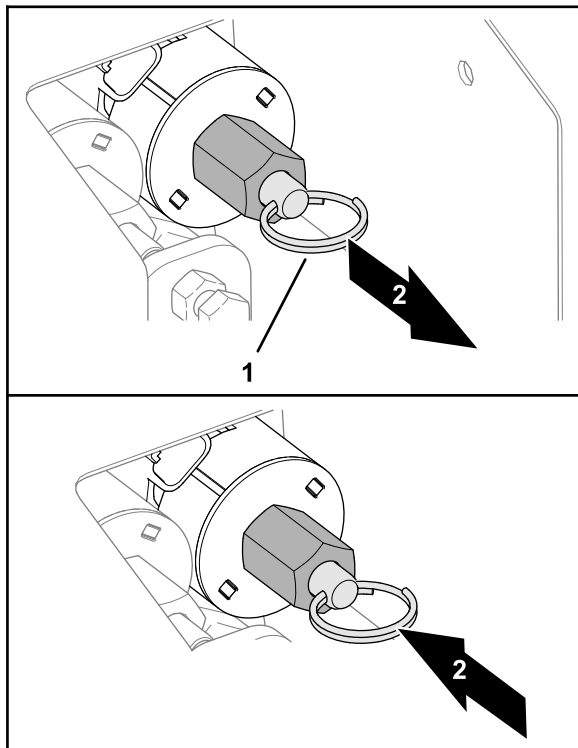

図 32
- ホッパー 図 32 を下降させるには、バルブシステムのリングを引っぺがします。
- ホッパー 図 32 を上昇させるには、バルブシステムのスプリットリングを押し込みます。